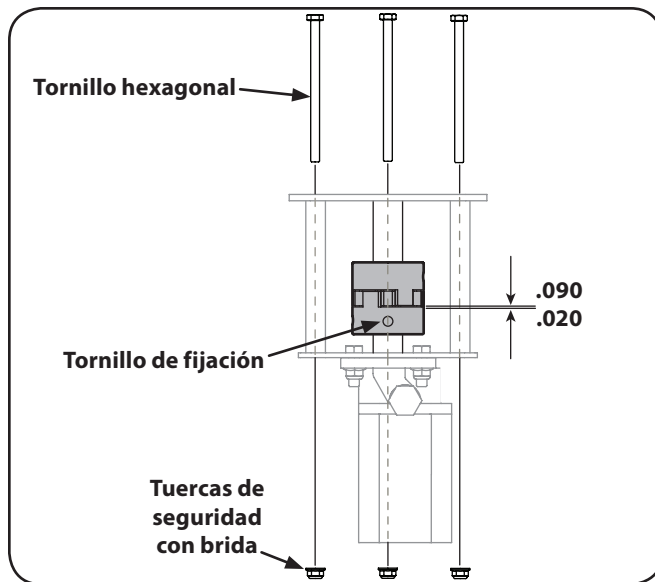

Figura 7-1
2. Retire las tres tuercas de fijación brida y los tornillos hexagonales que fijan la bomba al escudo de acoplamiento. Dos tuercas de la brida y tornillos hexagonales se encuentran en las esquinas inferiores y se encuentra en la parte superior central. Vea la Figura 7-1.
11. Establezca .020" a .090" de una liquidación / brecha entre el nylon "araña" y el motor de la mitad del acoplamiento deslizando un calibrador entre el nylon "araña" y la mitad del acoplamiento del motor y mover el medio acoplamiento de la bomba según sea necesario. Instale el tornillo de fijación y el par de 78 pulgadas-libras para asegurar el acoplamiento mitad bomba. Vea la Figura 7-1.